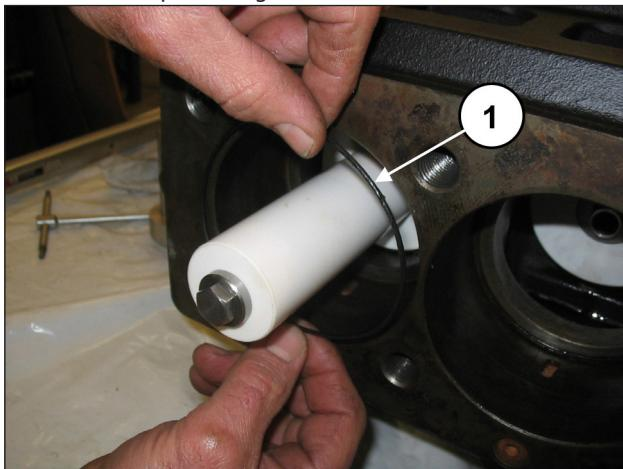
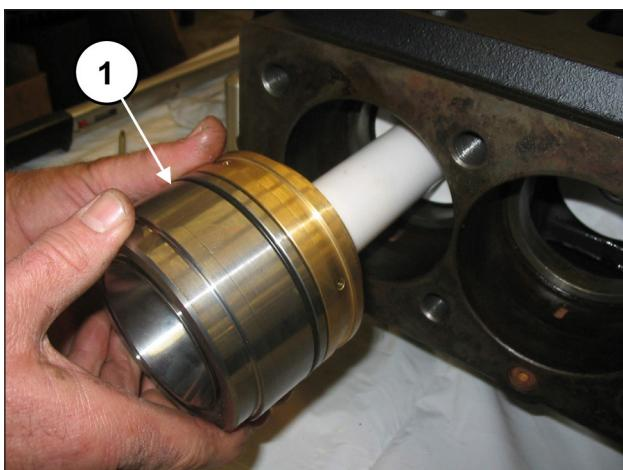

Fig. 149
Fig. 150
Introducir la junta tórica en el cárter de la bomba (pos. ①, Fig. 149) y, a continuación, introducir a fondo el bloque camisa-soporte junta (con la junta tórica) ensamblado anteriormente (pos. ①, Fig. 150).